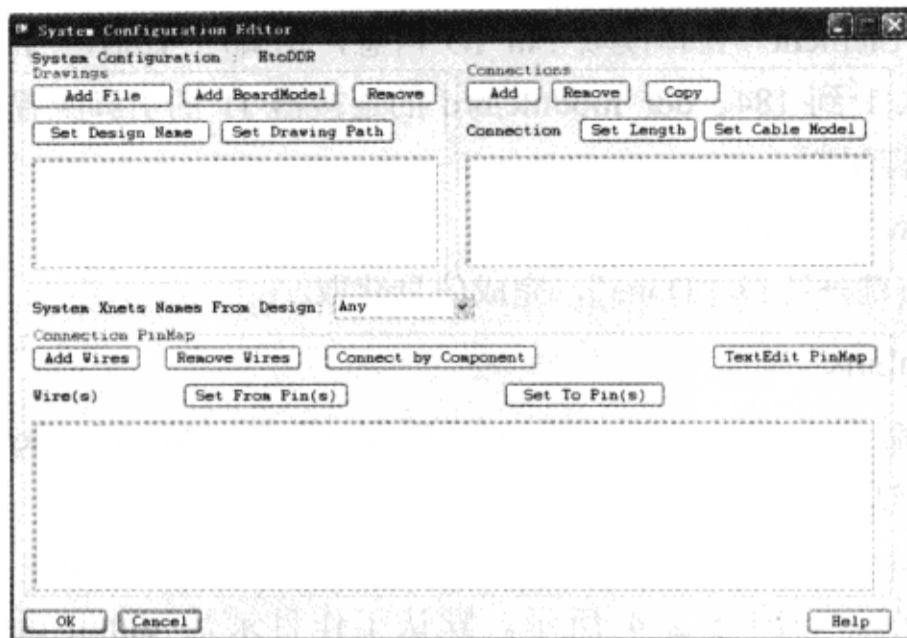

图 5-2-6 “System Configuration Editor” 对话框
(4) 单击“OK”按钮，关闭该对话框。新的 designlink 被添加到模型库中。
(5) 在“SI Model Browser”对话框中单击“Edit”按钮，弹出“System Configuration Editor”对话框，如图 5-2-6 所示，所有区域都是空的。